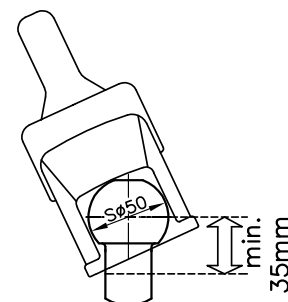
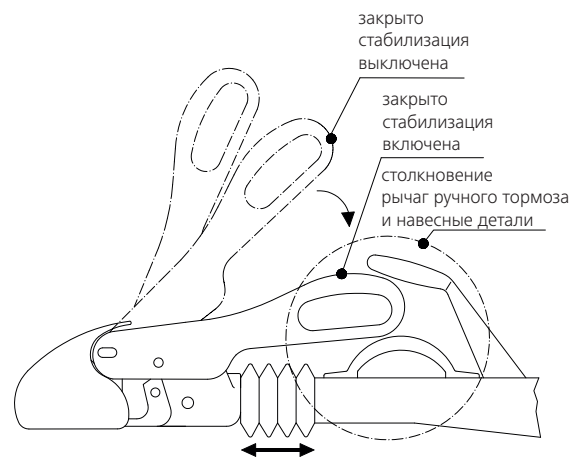

Рисунок 1: шаровая штанга буксирующего автомобиля
Рисунок 5: Включить стабилизацию
1.3 Тягово-сцепное устройство WS 3000/3500 может использоваться только со сцепными шарами в соответствии со стандартом DIN 74058 / ISO 1103, шейка шаровой головки в радиусе 35 мм должна быть свободна от навесных деталей. (Рис. 1) (вместо 32 мм в соответствии со стандартом DIN 74058 / ISO 1103). Не допускается использование WS 3000/3500 в сочетании с пальцами с шаровой головкой и болтовым креплением без дополнительного стопорного предохранительного устройства. При включенном стабилизационном устройстве рычаг управления при движении должен быть свободен от деталей автомобиля или навесных деталей, т.е. при вставленной буксирной сцепке и одновременном вращательном движении WS 3000/3500 не должно происходить столкновение с рукояткой ручного тормоза или другими элементами. (Рис. 5). Также необходимо соблюдать инструкции по эксплуатации или указания производителя набегающего тормоза.
Для этого рычаг управления из застопоренного положения следует переместить вниз до упора. (Рис. 5). При этом пакет пружин натянут, прижимная сила через фрикционные накладки передается на сцепной шар. При этом рычаг управления находится почти параллельно оси дышла прицепа.